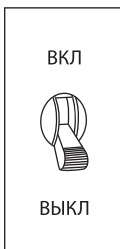

рис. 13
4. Перекройте топливный кран, установив его в положение «Закрыто» (рис. 13).